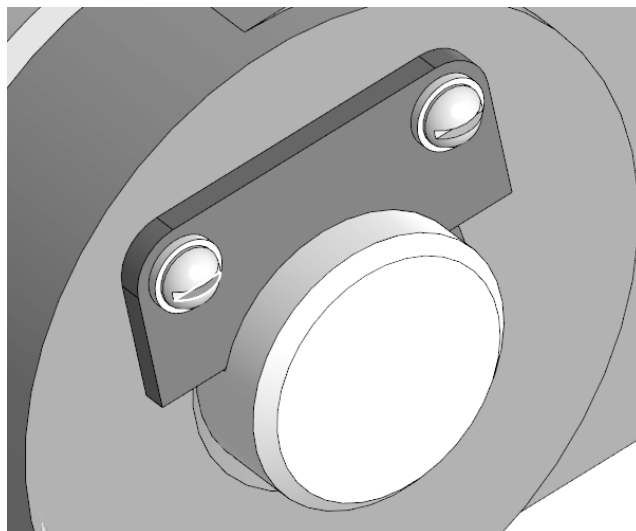

Рис. 6.2. Установка крепежных изделий «Винт» и «Шайба» в резьбовые отверстия детали «Планка»
8. Выполните сопряжение деталей «Винт» и «Планка» по «Соосности» отверстий и «Совпадению объектов». Результат представлен на рис. 6.2.